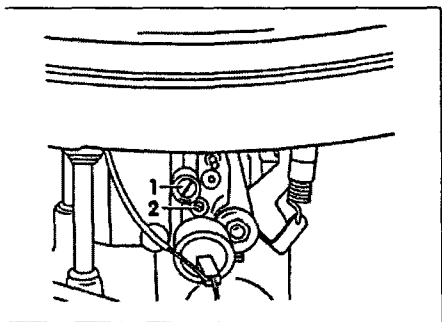

Рис. 4.4 Расположение винтов регулировки холостого хода
- 4 Установите необходимые обороты двигателя винтом "оборотов" (рис. 4.4).